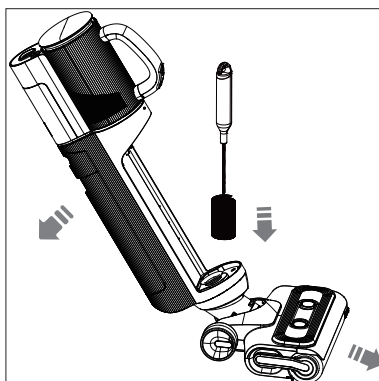

Fig. 20 – Nettoyer la conduite
- ▶ Nettoyez la conduite d'eau sale vers le pied de nettoyage avec la brosse de nettoyage fournie (**voir Fig. 20**).